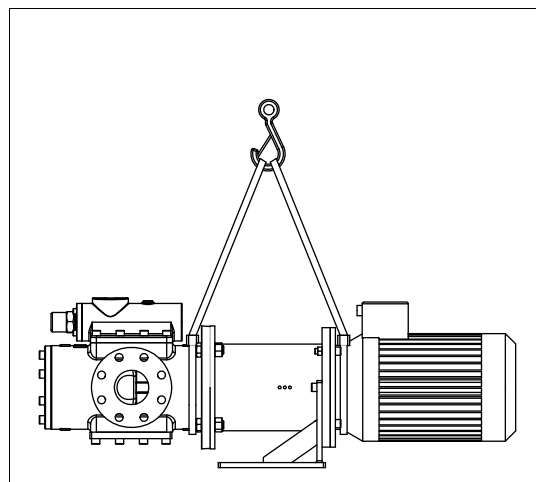

Fig. 2 Fixation des engins de levage (image de principe)
1. **Forme de construction CGF:** accrocher des sangles de levage au groupe de pompage selon un angle compris entre 60° et 90°, voir Fig. 2, page 17. Ce faisant, veiller à ce que le centre de gravité du groupe de pompage se trouve entre les points d'accrochage et en dessous de ceux-ci. Si ce n'est pas possible, empêcher le basculement du groupe de pompage par des mesures appropriées.